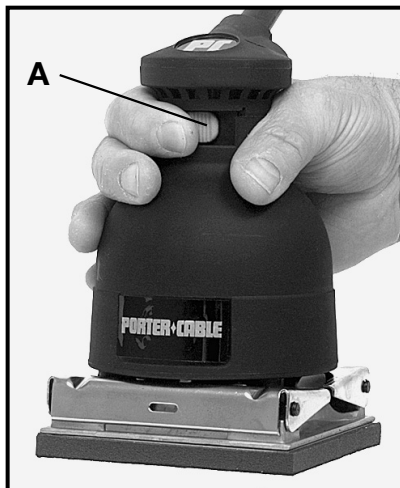

Fig. 3
⚠ AVERTISSEMENT Assurez-vous que l'interrupteur (A), Fig. 3, est à la position d'arrêt « OFF ».
3. Tout en tenant la ponceuse fermement et hors de la surface de travail, faites glisser l'interrupteur (A), Fig. 3, à la position de marche « ON ».
5. Au terme du ponçage, soulevez la ponceuse de l'ouvrage et faites glisser l'interrupteur (A), Fig. 3, à la position d'arrêt « OFF » pour arrêter la ponceuse.
La ponceuse de finition Porter-Cable a été conçue en vue d'une utilisation d'une seule main (Fig. 3). Étant donné qu'elle est légère, sans vibrations et parfaitement équilibrée, la ponceuse peut être guidée facilement sur la surface de l'ouvrage d'une seule main. Le poids normal de la machine suffit à un ponçage efficace. N'exercez pas de pression supplémentaire sur la machine. Ceci ne ferait que ralentir la vitesse du patin, réduisant ainsi l'efficacité de ponçage, et mettrait un fardeau supplémentaire sur le moteur. Ceci pourrait également faire sauter la ponceuse sur l'ouvrage. Laissez la ponceuse faire le travail.